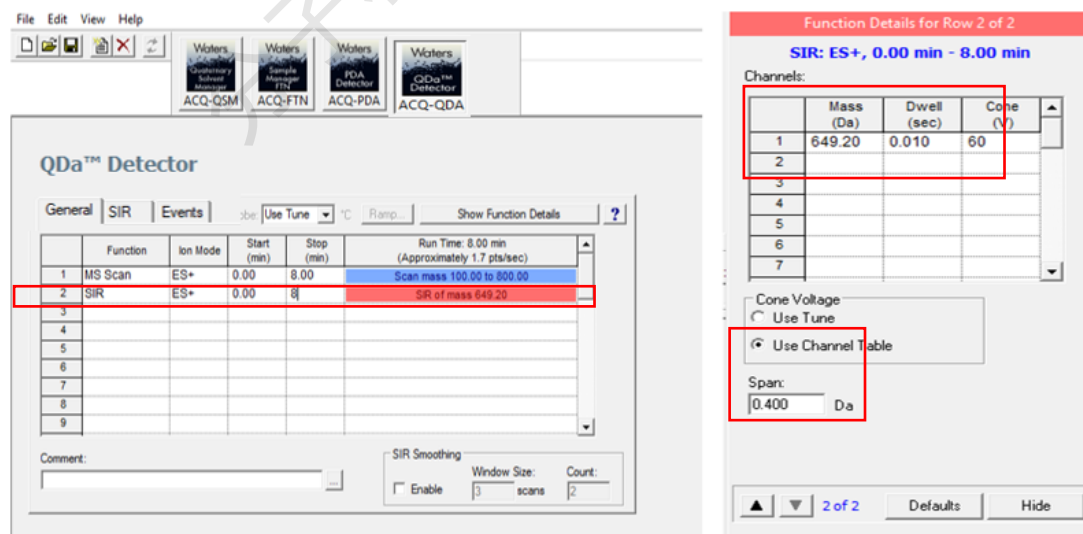

图6-28
(2) SIR Scan 有明确目标物 (图6-28)
点击Show Function Details, 弹出图6-28右侧对话框, Channels-设置Mass(Da),即目标离子质荷比, Cone Voltage选择Use Tune; Span: 0.4-0.6